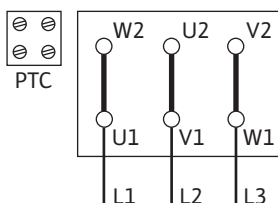
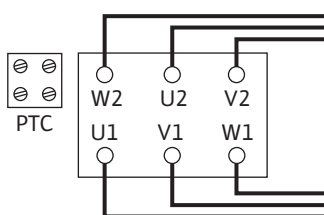

Fig. 10: Y-Δ-εκκίνηση
Fig. 11: Σύνδεση Δ
- Η ηλεκτρική σύνδεση εξαρτάται από την ισχύ του κινητήρα P2, την τάση του ηλεκτρικού δικτύου και τον τρόπο ενεργοποίησης. Για την απαιτούμενη σύνδεση των συνδετικών γεφυρών στο κιβώτιο ακροδεκτών ανατρέξτε στον ακόλουθο πίνακα και στα Fig. 10 και Fig. 11.
Y-Δ-εκκίνηση (Στάνταρ)	Αφαιρέστε τις συνδετικές γέφυρες (Fig. 10).
Εκκίνηση με ομαλή εκκίνηση	Σύνδεση Δ (Fig. 11)